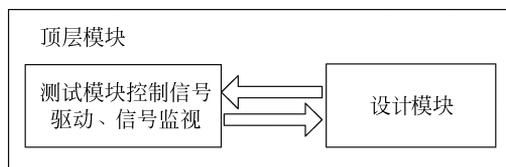

图 3-16 测试平台框图 2
(2) 将测试模块和设计模块分别设计完成，然后在一个虚拟的顶层模块中进行调用，将相应端口进行连接。
**例 3-74** 用图 3-16 的测试平台对例 3-1 描述的半加器进行测试。